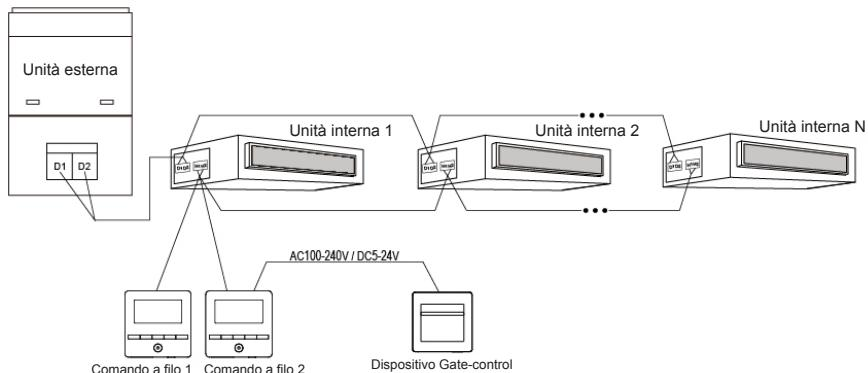

Figura 3.11 Metodo di collegamento 2 tra telecomando e controllo con scheda
- ① Il dispositivo di comando 2 nella figura 3.11 può essere impostato come master o slave;
- ② Come dispositivo di comando 1 nella figura 3.11 può essere usato il modello XK49 o altri modelli.
- (4) Potenza di entrata del dispositivo di comando mediante inserimento/estrazione della scheda compatibile con il comando: AC 100-240V~50/60Hz, DC 5~24V. Collegare il cavo di alimentazione in uscita con l'interfaccia di alimentazione corrispondente del comando secondo il tipo di potenza di uscita del dispositivo di comando con scheda (v. 3.1.4 Installazione per il collegamento di alimentazione di un interfaccia specifica). Il comando rileverà la presenza o l'assenza della scheda rilevando l'alimentazione del dispositivo di controllo con scheda. Il processo di rilevamento è il seguente: